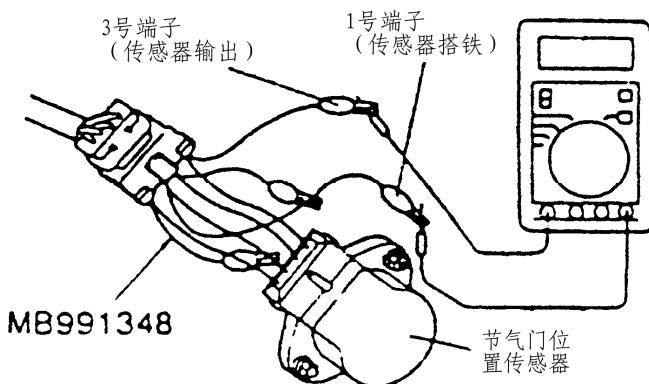

图 3-33 检测节气门位置传感器
(7) 连接节气门位置传感器的接头。
(8) 如果不用 MUT-II，则依照下述方法读取节气门位置传感器的输出电压：
①拆开节气门位置传感器的接头，并在两者之间连接专用工具（测试线：MB991348）。
②如图 3-33 所示，在 3 号端子（传感器输出）与 1 号端子（传感器搭铁）之间接上一个数字型电压表。